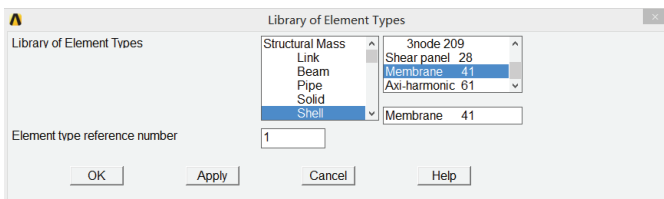

图 5-86 单元类型列表对话框
1) 选择 Main Menu | Preprocessor | Element Type | Add/Edit/Delete 命令, 出现 Element Types 对话框。单击 Add 按钮, 出现 Library of Element Types 对话框, 在 Library of Element Types 列表框中选择 Structural Shell, Membrane 41, 在 Element type reference number 输入栏中输入 1, 如图 5-86 所示, 单击 Apply 按钮, 在 Library of Element Types 列表框中选择 Structural Link, 3D finit stn 180, 在 Element type reference number 输入栏中输入 2, 单击 OK 按钮关闭该对话框。